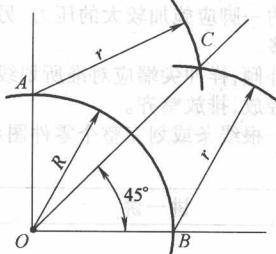

图 1-20 划 45° 线
(1)划 45° 线(图 1-20) 先划直角线,以直角的顶点 O 为圆心、 R 为半径划圆弧,交两边于 A, B ;再分别以 A, B 为圆心, r 为半径划圆弧交于 C 点;连接 OC ,此直线就是该直角的二等分线,即 45° 线。